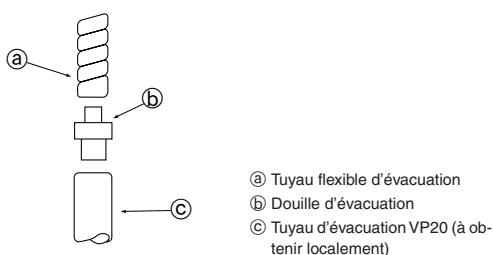

Fig. 5-1
5.1. Installation des tuyaux d'évacuation. (Fig. 5-1)
- Lors de la connexion au VP20, utiliser la douille d'évacuation ⑥. Attacher fermement la douille au tuyau avec un adhésif du type chlorure de vinyle pour éviter toute fuite.